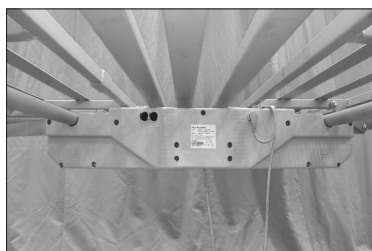

Fig.11
2. Inserire le linguette delle barre all'interno degli alloggi del motore fino a farle scattare entrambe (**Fig.11**)